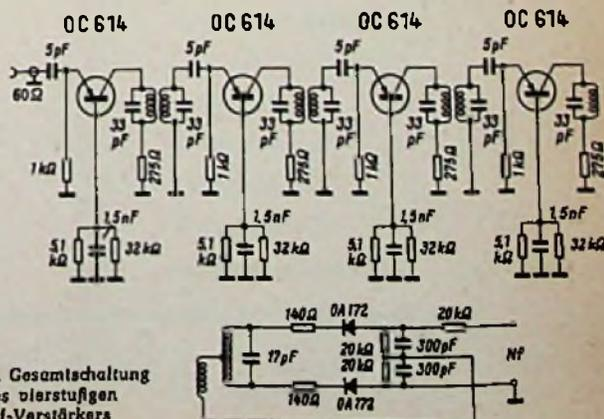

Bild 3. Gesamtschaltung des vierstufigen Zf-Verstärkers
Bild 3 zeigt die Schaltung des Verstärkers. Die Stufenspannungsverstärkung R_3 kann nach Gleichung (7) berechnet werden. Mit $S = 20 \text{ mA/V}$ im Arbeitspunkt $i_E = 750 \mu\text{A}$ und einem Eingangswiderstand von 50Ω ergibt sich: